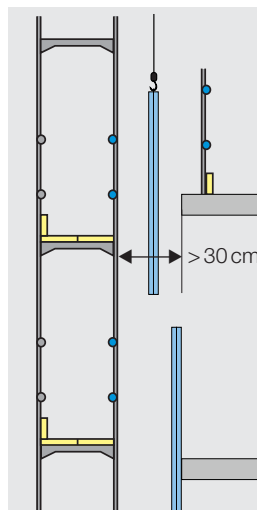

Figure 15: mise en place d'éléments de façade.
- mise en place d'éléments de façade (fig. 15)